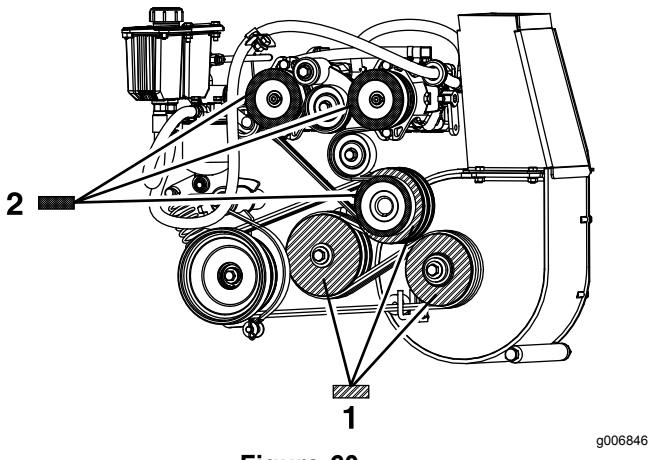

Figure 60
8. En vous servant de la poulie de ventilateur comme base de mesure, déplacez le moteur et l'arbre intermédiaire jusqu'à ce que la surface arrière des 3 poulies soit alignée à 0,8 à 1,6 mm (1/32 à 1/16 po) près (Figure 60).
4. Utilisez une règle pour aligner chaque poulie de pompe sur la poulie du moteur, en la faisant glisser sur l' arbre d' entraînement de la pompe (Figure 60).